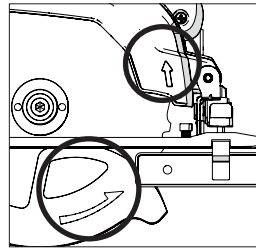

Fig. 6
- Asegúrese de que la dirección de rotación de la flecha de la hoja coincide con la dirección de la rotación de la flecha en la protección superior e inferior de la hoja de la máquina. (**Fig. 6**)